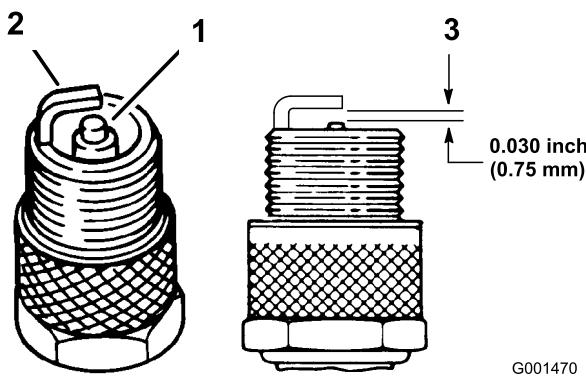

Figura 33
4. Verifique o estado dos eléctrodos lateral e central, bem como do isolante do eléctrodo central, certificando-se de que não se encontram danificados (Figura 33).
5. Ajuste a folga existente entre a zona central e lateral dos eléctrodos para 0,76 mm (Figura 33).